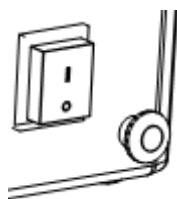
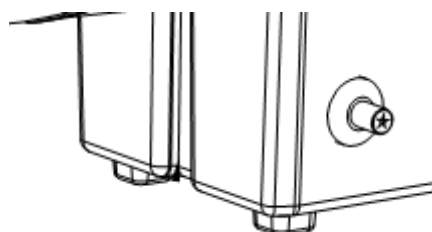

Figure 3
Figure 4
- b. Appuyer sur le bouton du robinet de gaz (Figure 3), puis plusieurs fois de suite sur l'allumeur piézoélectrique jusqu'à ce que la flamme s'allume (Figure 4).